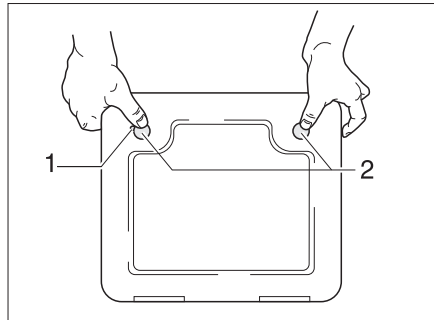

Fig. 249 Portillon pour la toilette à cassette
- Ouvrir le portillon pour la cassette à l'extérieur du véhicule. Insérer pour cela la clé dans le barillet du verrou de pression (Fig. 249,1) et la tourner d'un quart de tour.
- Appuyer du pouce et simultanément sur les deux verrous de pression (Fig. 249,2) et ouvrir le portillon pour la cassette.